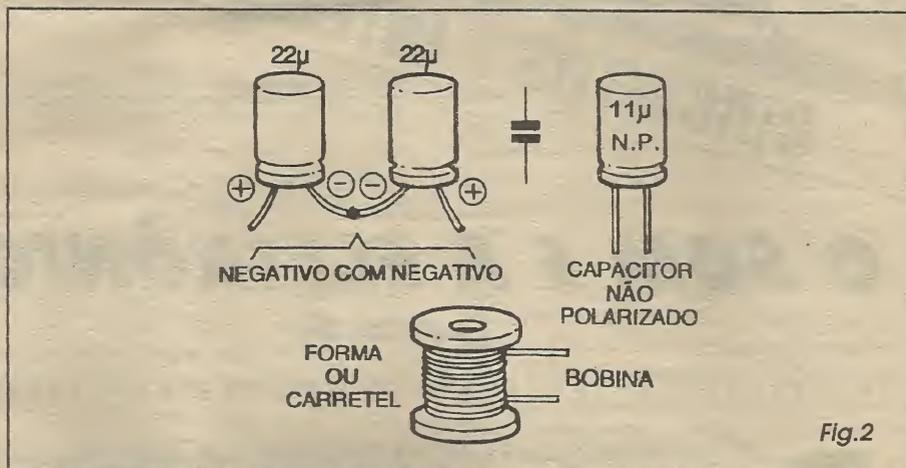

Fig.2
- FIG. 2 - AS PEÇAS QUE FORMAM OS FILTROS DE FREQUÊNCIAS... -